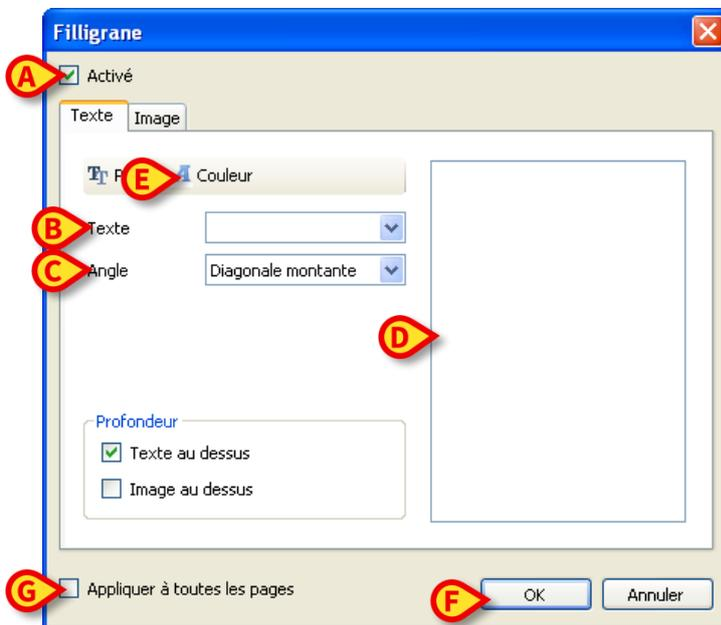

Fig 25
La fenêtre suivante est affichée (Fig 25).
- Vérifier que la case **Activé** est cochée (Fig 25 **A**). Si non, le contenu de la fenêtre ne peut pas être éditée
- Insérer le texte dans le champs **Texte** (Fig 25 **B**)
- Utilisez le menu **Angle** (Fig 25 **C**) pour spécifier l'orientation de la filigrane/watermark (diagonale, horizontale, verticale)
Une avant première est affichée dans l'espace indiqué à la Fig 25 **D**.
- Utilisez les boutons indiqués à la Fig 25 **E** pour sélectionner la filigrane/watermark, police et couleur
- Cliquez le bouton **Ok** (Fig 25 **F**)
Si la case **Appliquer à toutes les pages** est sélectionnée (Fig 25 **G**) la filigrane est appliquée à chaque page du document, autrement à la page affichée uniquement.